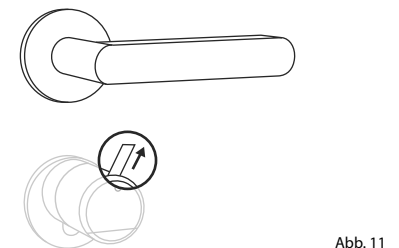

Abb. 11
⑧ Sofern noch nicht geschehen, entfernen Sie den Batterieschutzstreifen aus dem Batteriefach am Innenknäuf (Abb. 11).